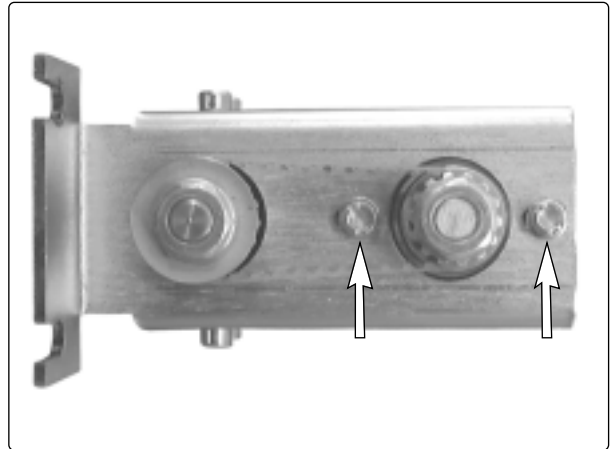

Abb. 37. Die Welle des Sitzhöhenverstellmotors ist mit zwei Schrauben befestigt.
2. Lösen Sie die vier Schrauben, mit denen die Welle des Sitzhöhenverstellmotors befestigt ist, siehe Abb. 37. Verschieben Sie die Welle in seitlicher Richtung, so dass der Riemen sich lockert.
1. Lösen Sie die beiden Schrauben am Riemen, siehe Abb. 37.